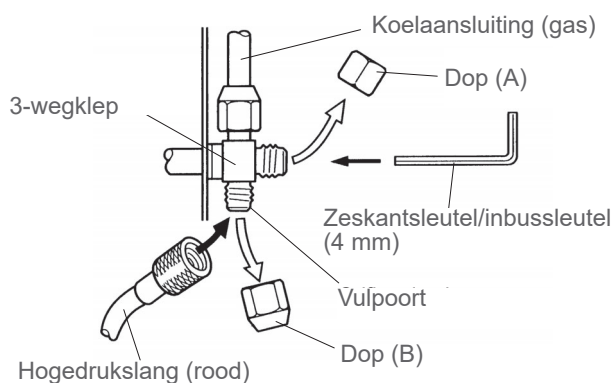

fig. 44 - De slang aansluiten op de gasaansluiting
- Verwijder de beschermdop (B) uit de vulpoort (Schrader) van de gasklep (grote diameter).
- Sluit de hogedrukslang van de *Manifold* aan op de vulpoort (fig. 44).